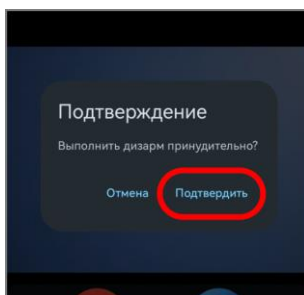

Рисунок 42
- Для **остановки** работы моторов необходимо нажать на кнопку  и подтвердить действие на открывшейся форме (рисунок 42).